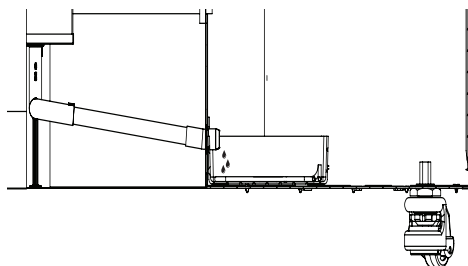

рис. 17
3. Установите поддон под слив конденсата. Если устройство оснащено системой автоматического отвода конденсата, использование поддона не требуется. См. рис. 17.